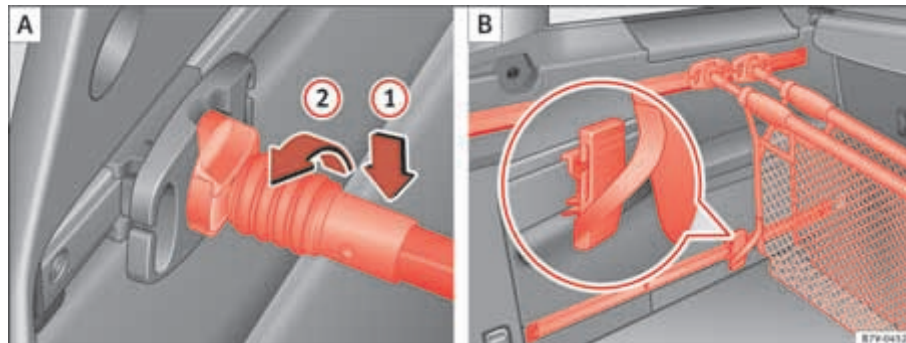

Fig. 97 Enganche la red para el equipaje (A) y utilízela como bolsa (B).
Coloque por arriba la varilla de sujeción en el soporte para la red del equipaje ⇒ página 144, fig. 97  y gírela 90° hacia la izquierda . La marca roja de la varilla de sujeción no deberá verse ⇒ .
- Enganche la cinta de fijación de la red para equipaje por debajo en uno de los elementos de fijación móviles ⇒ página 144, fig. 97 .